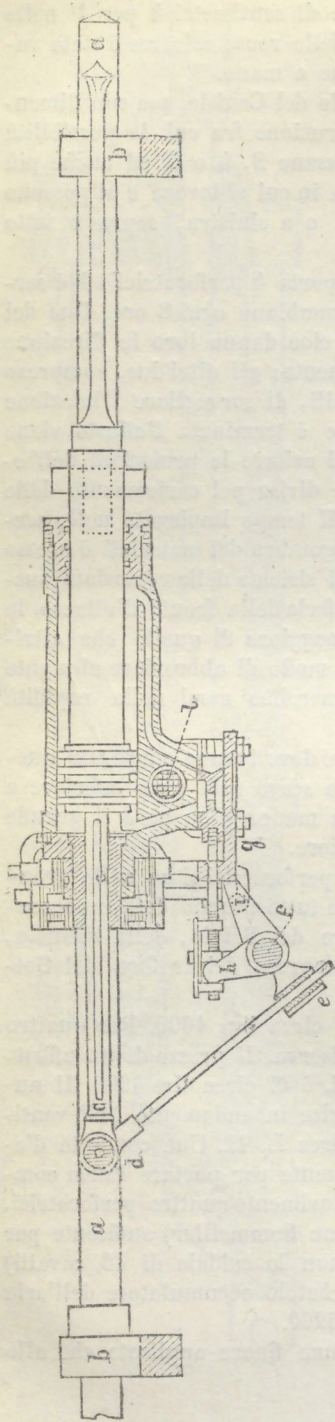

Fig. 5.^a
Perforatrice Sachs (1). — Il cilindro percussore è portato da 4 orecchioni che passano ad anello sulle due spranghe cilindriche *a a* (Fig. 5.^a) una delle quali, cioè quella non rappresentata nella figura è filettata per gran parte della sua lunghezza. Le dette due spranghe sono riunite fra loro dalle traverse *bb* e costituiscono così un telaio rettangolare. Sul prolungamento dell'asse dello stantuffo vi è un'asta *c* alla quale è connessa in *d* una caviglia *d e* che passa in un anello e portato da una piccola manovella di un albero *f*. Questo è assicurato al coperchio del cassetto in modo da poter oscillare intorno al proprio asse. Lo stesso albero *f* porta due altre piccole manovelle o tacchi, cioè *h e i*. Il primo muove nel modo indicato dalla figura, la valvola di distribuzione dell'aria, la quale arriva per l'apertura *l* e sfugge pel fianco della scatola di distribuzione; il secondo, cioè *i* muove un puntone destinato ad imprimere allo stantuffo, e quindi anche allo scalpello, il movimento di rotazione. Lo stesso puntone agisce su di una ruota dentata folle sull'asta *c* la quale ingrana in un'altra situata accanto ad uno degli orecchioni che riposano sulla spranga filettata, ed in tal modo fa avanzare tutto il sistema. Notasi che la disposizione dei denti che corrispondono allo scappamento della ruota dentata d'avanzamento è tale che se lo stantuffo percussore
(1) Carl Sachs; Ueber Gesteinsbohrmaschinen, Aachen, 1865.